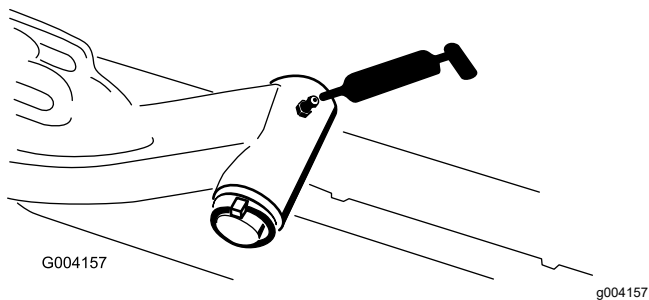

Figura 44
- Veio da articulação do braço de elevação (1 cada) (Figura 44)